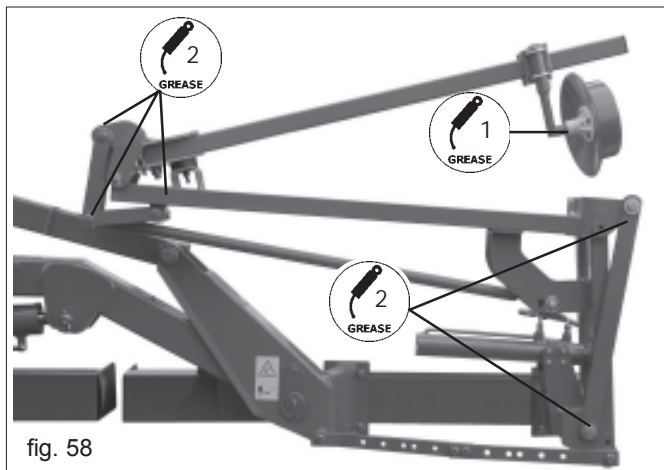

fig. 58
- Ingrassare il perno dei dischi segnafile (1 Fig. 58).
- Ingrassare il perno del braccio segnafile (2 Fig. 58).